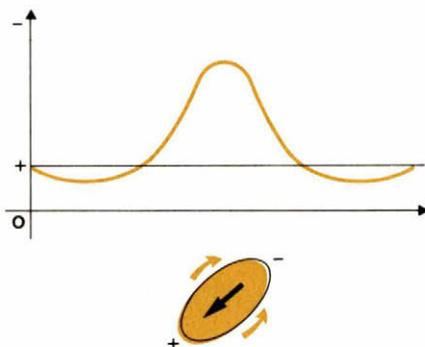

Fig. 5. - La polarisation spontanée.
- La *méthode de polarisation spontanée* exploite la polarisation qui prend naissance au voisinage d'un amas présentant une conductibilité métallique (fig. 5). Dans un milieu hétérogène, cet amas s'oxyde et forme un générateur de courant électrique dont les effets se manifestent à la surface du sol par des différences de potentiel mesurables au moyen d'électrodes impolarisables implantées dans le sol. Avec une électrode fixe, on mesure les différences de potentiel par rapport à ce point fixe. Il faut, bien entendu, que l'amas minéralisé baigne dans un électrolyte hétérogène le long de la verticale et que le sommet de cet amas dépasse le niveau hydrostatique. Le courant qui s'établit circule de bas en haut, la partie supérieure représente un centre négatif.